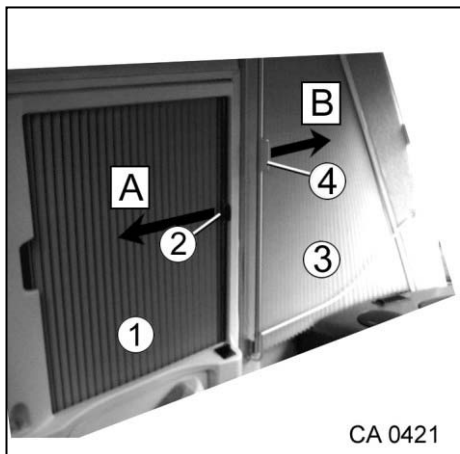

Fig. 78 Store occultant sur la vitre latérale/
1. Ouvrir le store (Fig. 78/1) dans le sens de la flèche (←).
2. Fermer le store (Fig. 78/1) dans le sens de la flèche (→) et le verrouiller au moyen d'un aimant (Fig. 78/2).
1. Ouvrir le store (Fig. 78/3) dans le sens de la flèche (→).
2. Fermer le store (Fig. 78/3) dans le sens de la flèche (←) et le verrouiller au moyen d'une fermeture à serrage (Fig. 78/4).